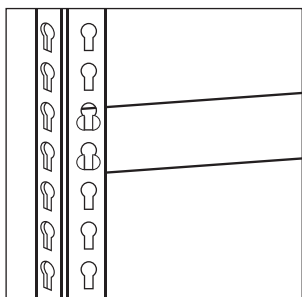

Рис. 2. Сборка стойки и
2. Возьмите стойку и длинную металлическую стяжку. Зафиксируйте ее на необходимой высоте с внутренней стороны стойки, установив зацепы стяжки в круглые отверстия стойки, а затем, приложив усилие, опустите ее вниз до упора (рис. 2).